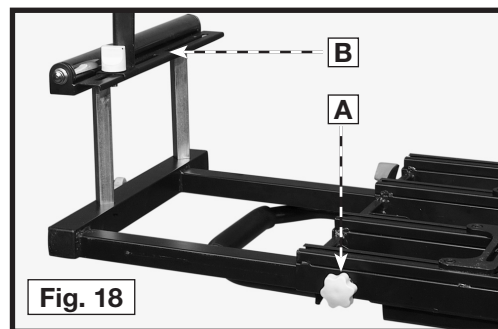

Fig. 18
1. Gire el pomo de fijación de la extensión horizontal (A), Fig. 18, en sentido contrario al de las agujas del reloj.
2. Mueva el rodillo de extensión (B), Fig. 18, hacia fuera o hacia dentro, dependiendo de la longitud de la pieza de trabajo.